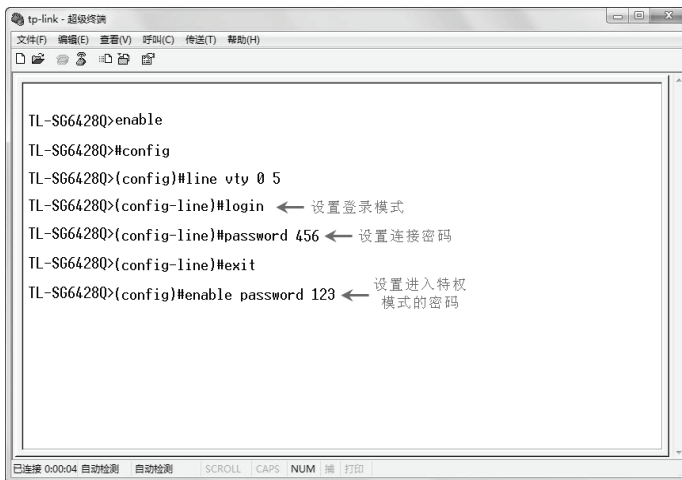

图5-10 配置Login模式
1. 如图5-10所示，首先在终端仿真程序中将Telnet登录模式配置为“login”，并将连接密码设置为“456”、进入特权模式的密码设置为“123”；